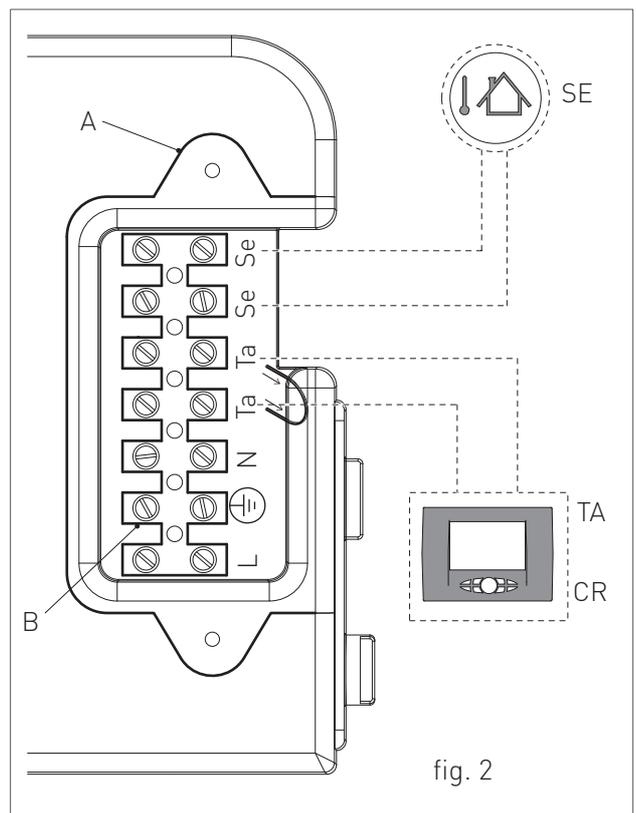

fig. 2
- › quitar el revestimiento frontal de la caldera (ver capítulo ACCESO A LA CALDERA); aflojar los dos tornillos y quitar la placa "A" (ver fig. 2).
- › Una vez que se quita la placa realizar las siguientes conexiones en el tablero de bornes "B" (ver fig.2):